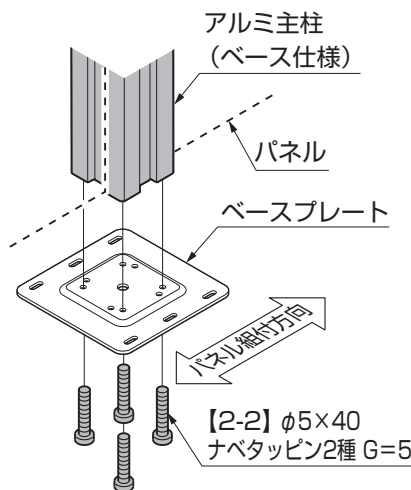
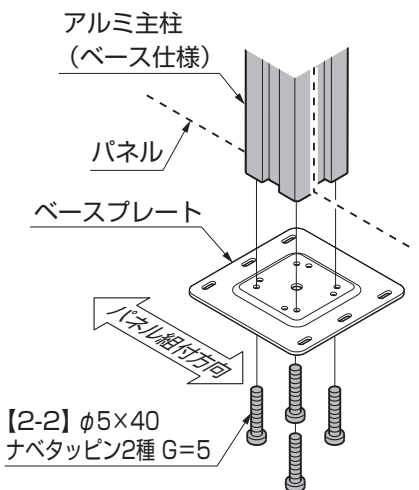

図1-5 正面固定の場合
図1-6 側面固定の場合
- ③笠木用アルミ主柱(ベース仕様)をベースプレートに【2-2】で取付けてください。(図1-5、図1-6参照)